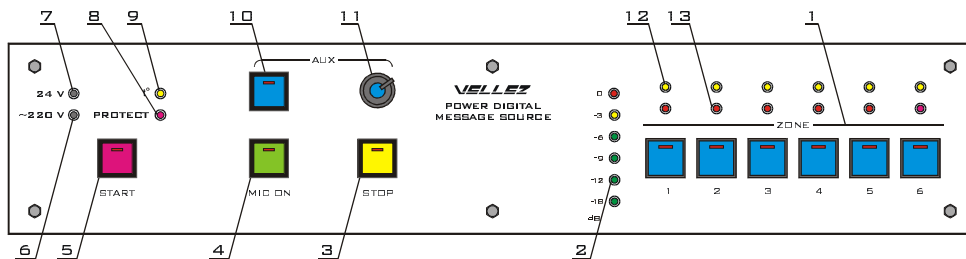

Рисунок 3
9.2.1. Розміщення органів управління на передній панелі апаратури ВЕЛЛЕЗ та їх призначення вказано на рис. 3.